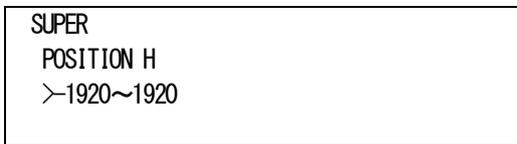

図4-36 オンスクリーンメニュー (POSITION H例)
- 1) SUPER メニューで「POSITION H[PO H]」を選択し、**ENTER** ボタンを押すと図 4-36 のような設定メニューが表示されます。